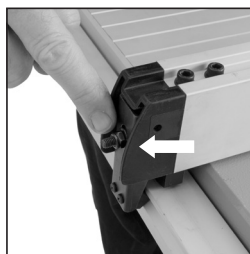

Abb. 15
- Drehen Sie die Einstellmutter für den Klemmdruck (**Abb. 15**) um die Breite einer Seitenfläche der Mutter entweder mit oder entgegen dem Uhrzeigersinn.